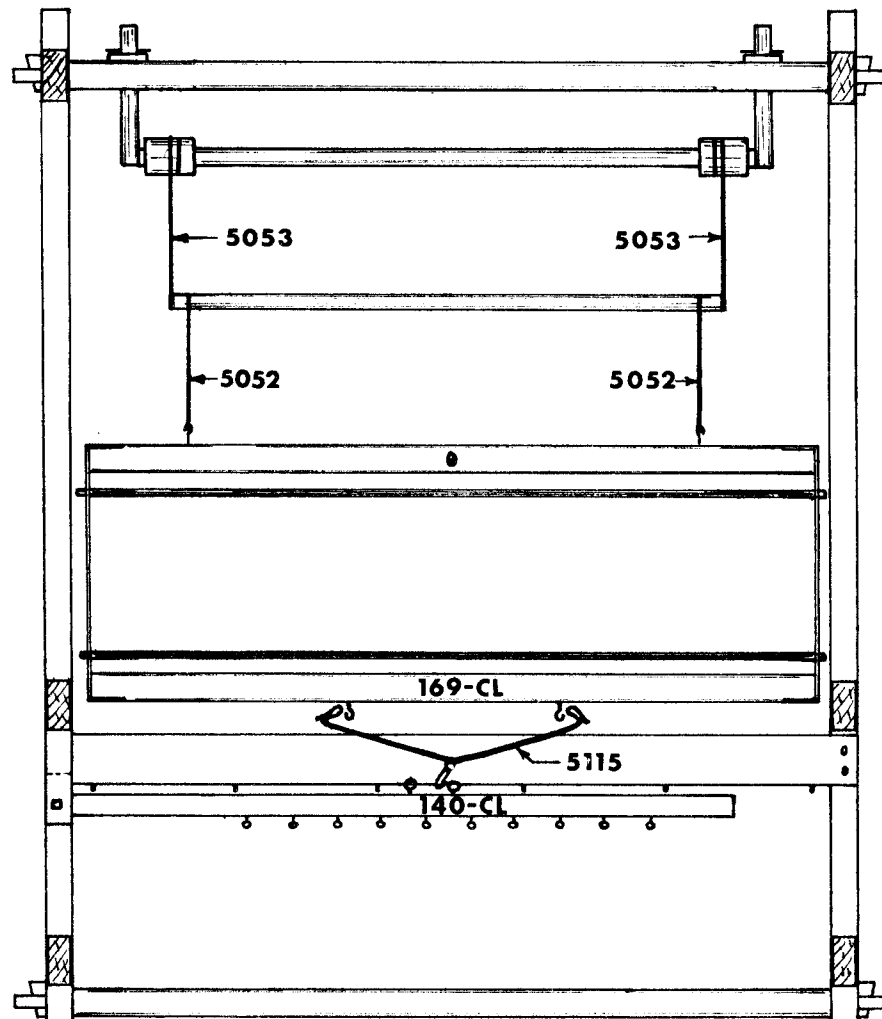

Fig. 15
(V) Enrouler les cordes 5052, un bout tournant vers la gauche, l'autre bout tournant vers la droite. (Fig. 15)
(V) Roll cords 5052, one end to the right and the other to the left. (Fig. 15)
Accrocher les cadres à lames aux cordes. (Fig. 15)
Hang the harnesses on the cords. (Fig. 15)